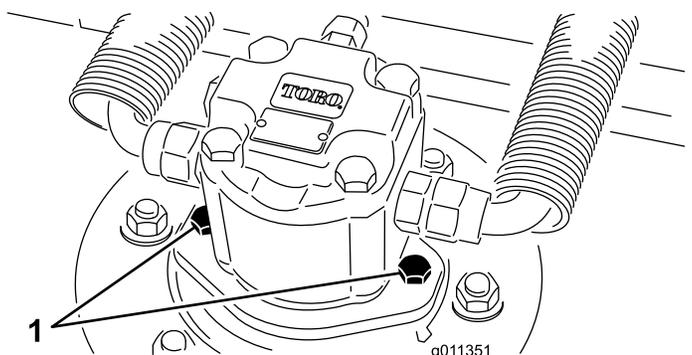

Рисунок 119
2. Отсоедините и снимите гидромотор с режущего блока (Рисунок 119). Накройте верхнюю часть шпинделя для предотвращения загрязнения.
3. Установите гидромотор на режущий блок (Рисунок 119). Убедитесь, что уплотнительное кольцо находится в штатном положении и не повреждено.